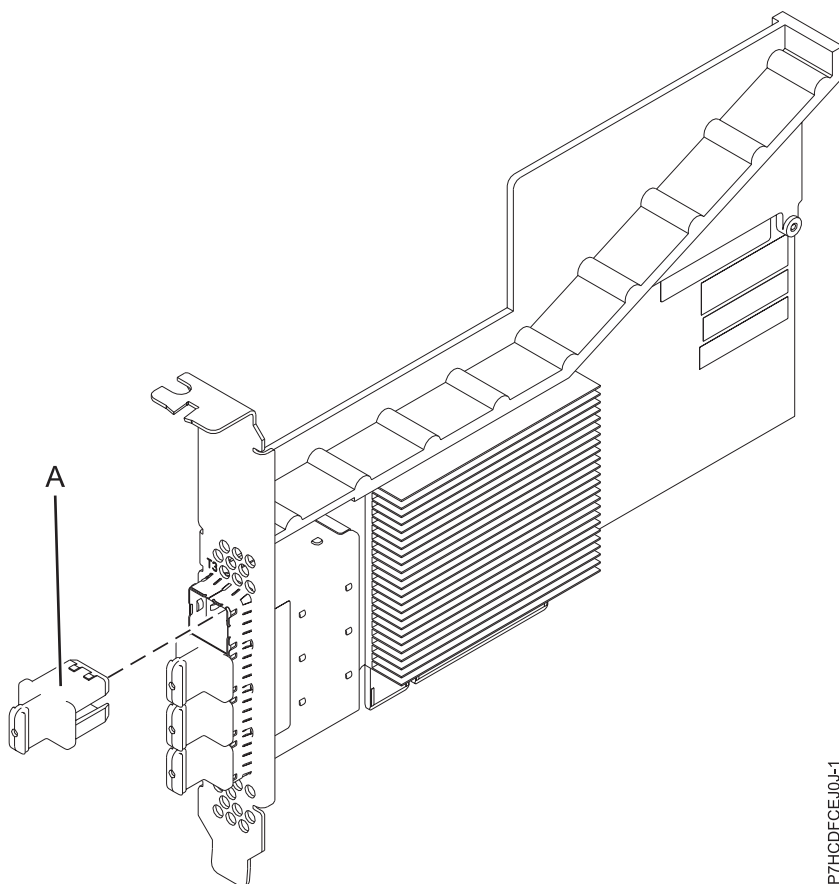

Figura 14. Adaptador port SAS PCIe3 4 x8
L'adaptador port SAS PCIe3 4 x8 és un adaptador SAS RAID de la 3a generació PCI Express (PCIe), que té un perfil baix, amb un factor de format curt però que s'empaqueta amb una instal·lació d'altura completa. L'adaptador s'utilitza en aplicacions d'alt rendiment, alta densitat i SCSI connectat en sèrie (SAS). Admet la connexió de DVD SAS i cintes SAS utilitzant mini connectors x4 SAS d'alta densitat (HD) que permeten que els enllaços físics es puguin fer servir en diverses configuracions de port reduïdes i àmplies. La connexió de cintes SAS només s'admet en una configuració d'un sol adaptador i no es pot combinar amb el disc SAS del mateix adaptador. L'adaptador no té memòria cau d'escriptura. Figura 14 a la pàgina 42 mostra l'adaptador port SAS PCIe3 4 x8.
Figura 14 a la pàgina 42 mostra l'adaptador. L'endoll del connector (A) es troba en un port buit i impedeix danys en aquest port sempre que s'endollin o s'extreguin cables de connectors de port adjacent.